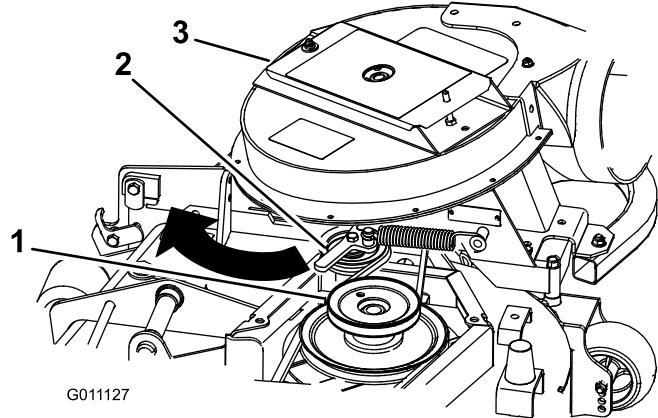

Bild 19
5. Ziehen Sie die gefederte Spannscheibe zurück und verlegen Sie den Riemen um die Riemscheibe am Mähwerk. Stellen Sie sicher, dass der Riemen richtig um die Gebläseriemscheiben verlegt sind (Bild 19).